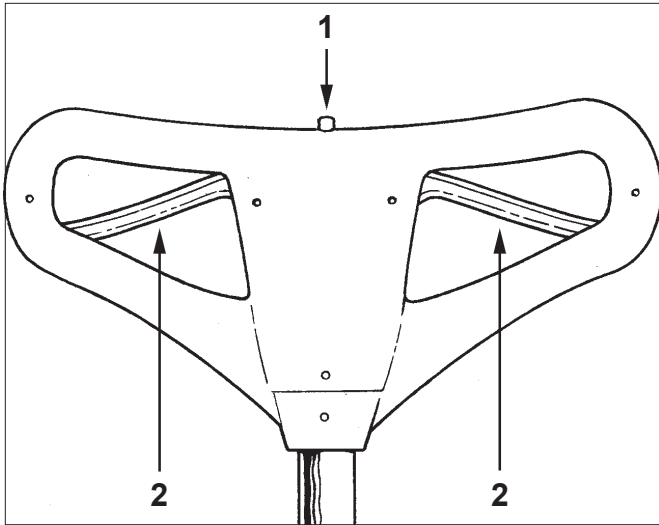

Figure 8
The switch to start and stop the machine is activated by the interlock switch (1) and the levers (2) under the handle grips. See figure 8.
3. Push the interlock switch (1), and apply pressure to the levers (2). See figure 8.
El interruptor de arranque/parada se opera empujando el botón de cierre de seguridad (1) y usando las palancas (2) situadas debajo del mango de mando (Véase fig. 8).
3. Empuje el botón de cierre (1) y presione con las manos sobre las palancas (2). (Véase fig. 8).